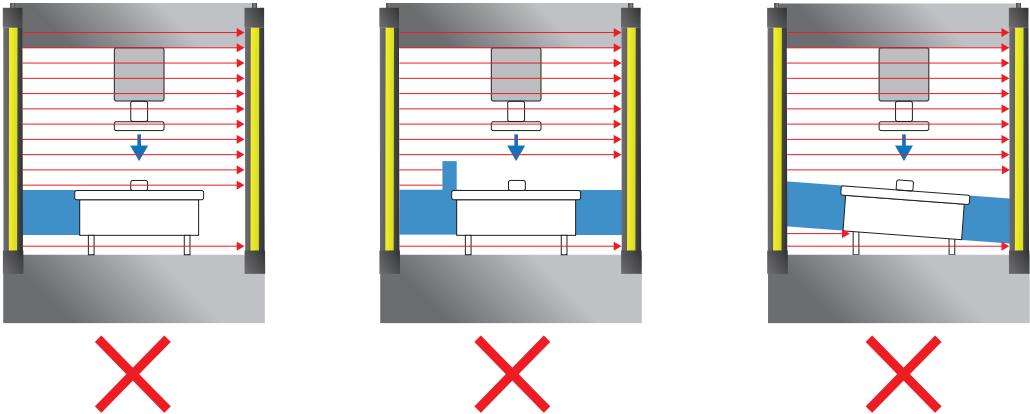

Abbildung 22: Vermeidung von Schattenbildung
- Es muss durch mechanische Verbauung sichergestellt sein, dass keine „Schattenbildung“ möglich ist (vgl. Abbildung 22).